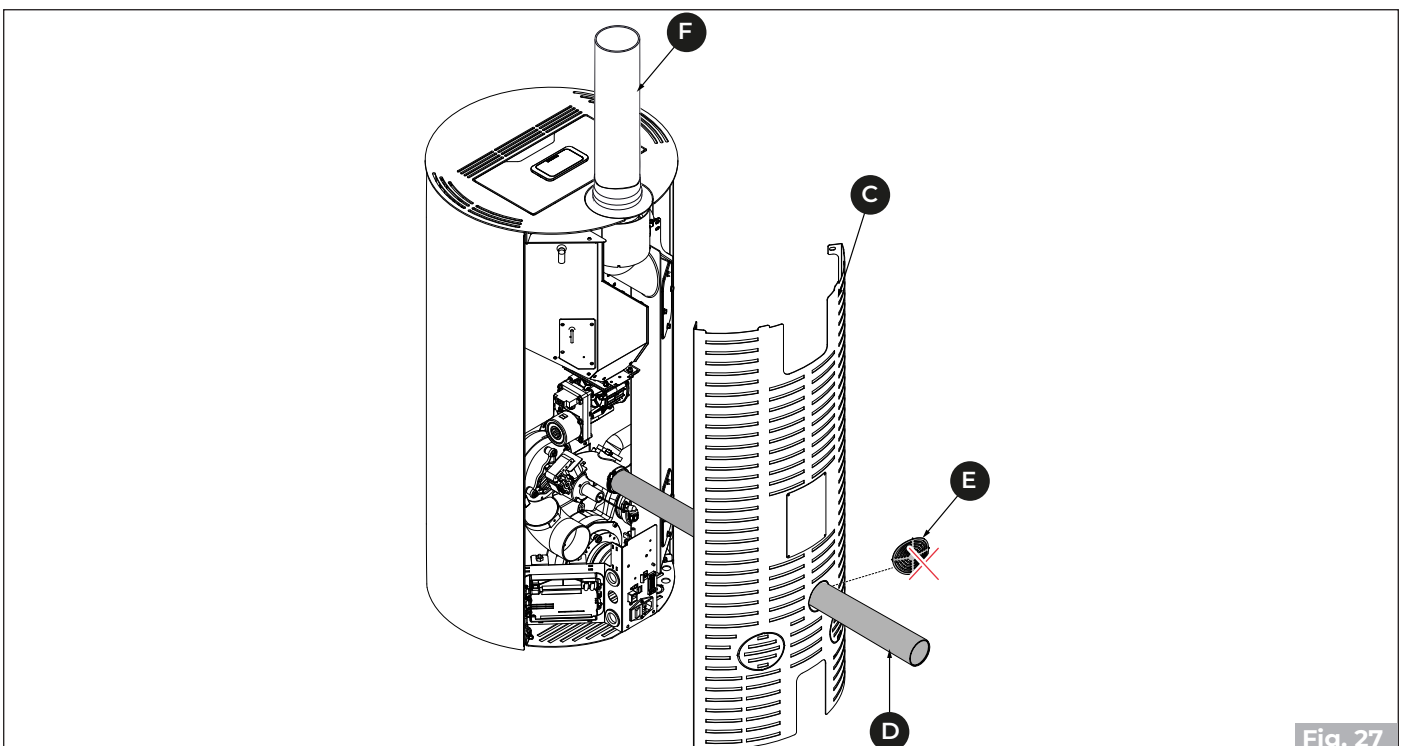

Fig. 27
- Schließen Sie das Rauchabzugsrohr **(F)** („Fig. 27“) an.